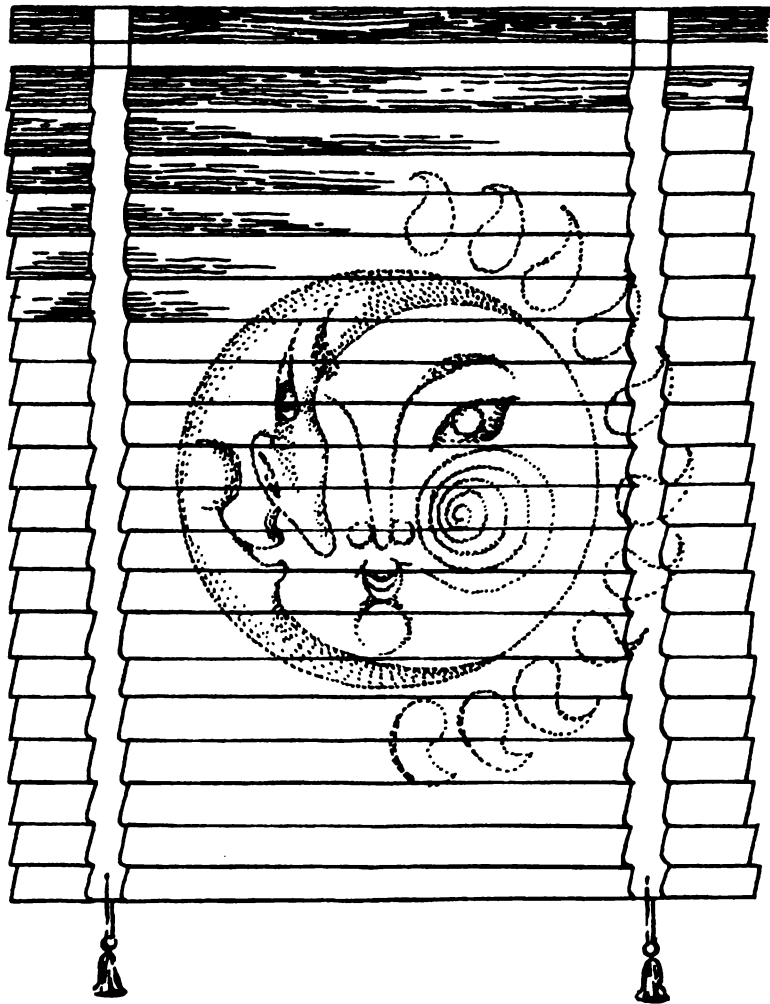

Рис. 111.
- 2) холстяными полосами, протягиваемыми через отверстия, сделанные в брусках (рис. 111);